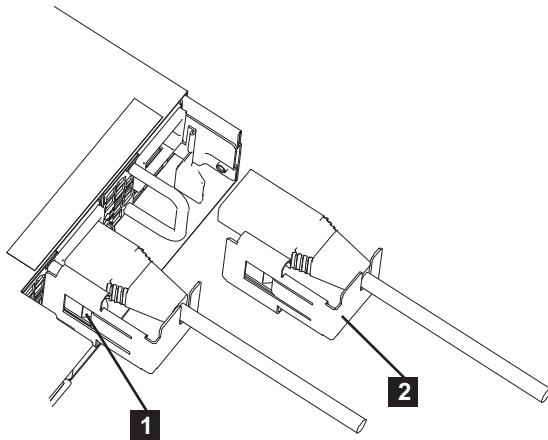

図 42. ケーブル保持ブラケット
ノードは、工具のいらない 2 つのケーブル保持ブラケットを使用しています。ケーブル保持ブラケットは、図 42 に示すように、無停電電源装置から 2 つの電源機構の 1 つへの各ケーブルを保持します。
4. 電源コード上のケーブル保持ブラケットを位置合わせし、59 ページの図 42 の **2** に示すように、ブラケットがコードの左側にあるようにします。